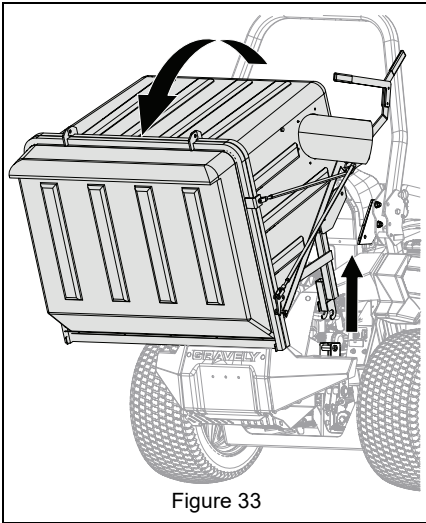

Figure 33
2. Retirer les tiges des supports de la structure ROPS et faire tourner l'ensacheuse vers l'arrière. Lever les bras de l'ensacheuse hors des supports arrière du châssis. Voir Figure 33.